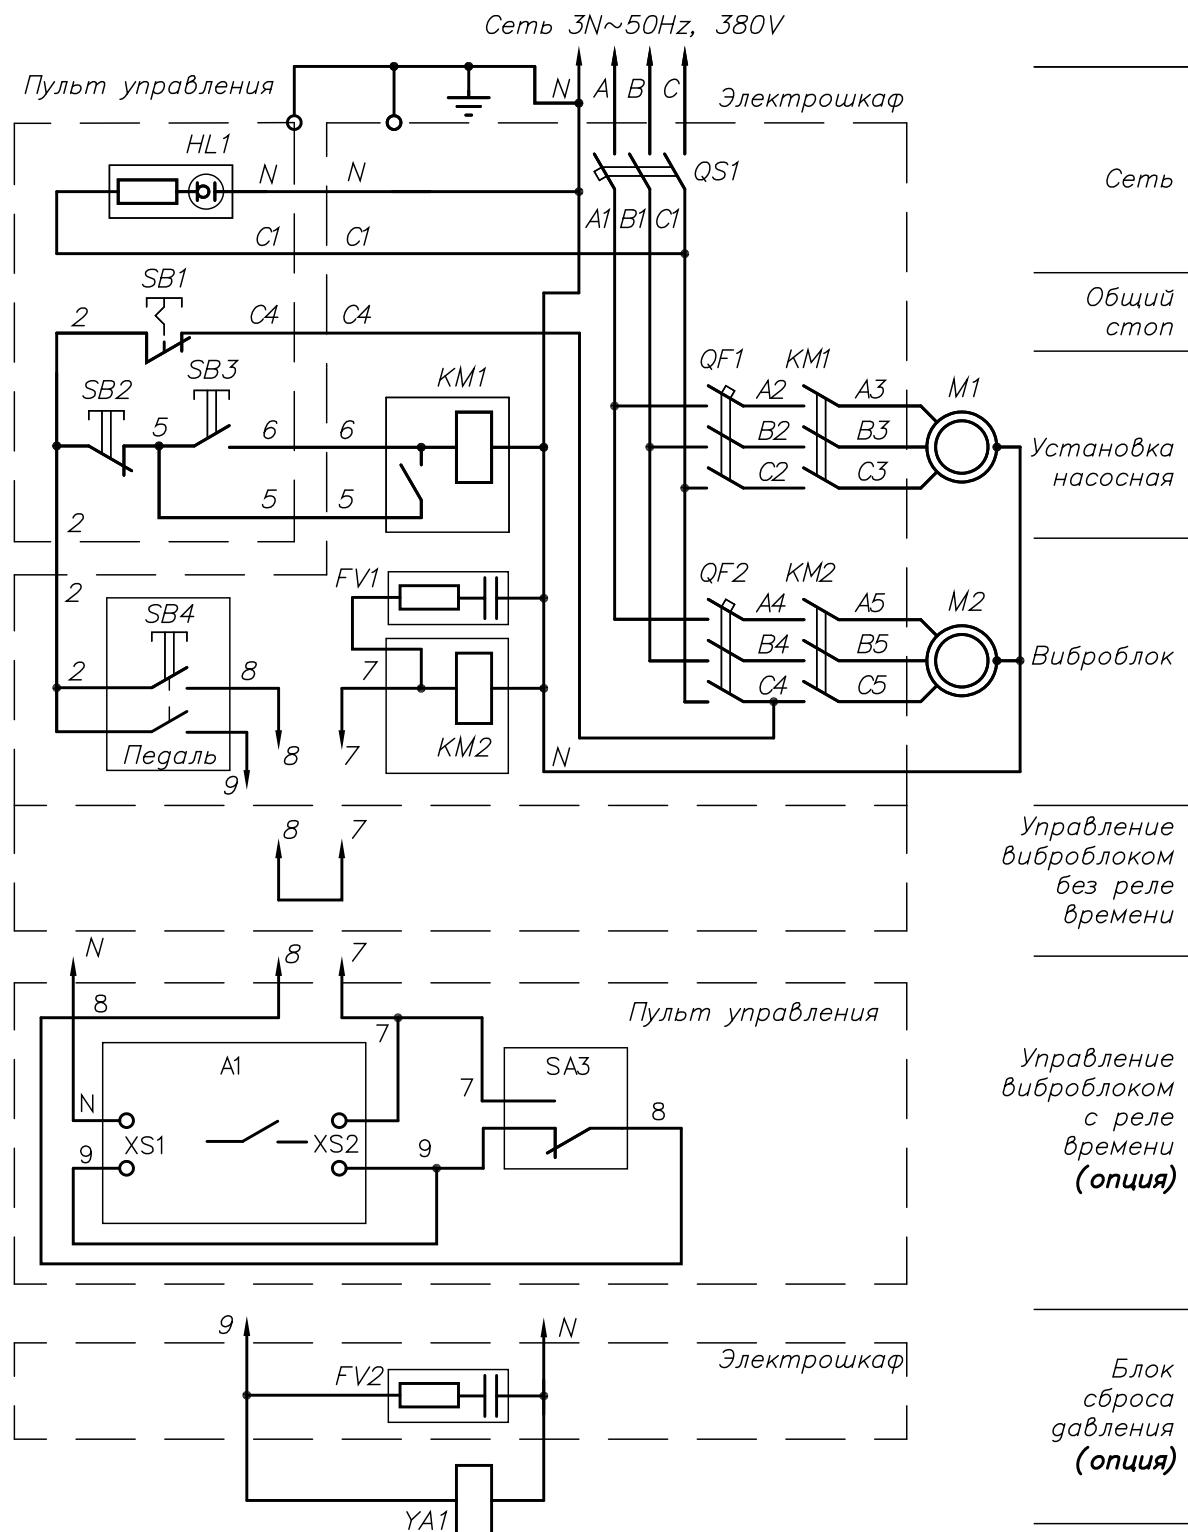

Рис. 12 .Схема электрическая принципиальная вибропресса.
3.9. Выполнить электромонтажные работы в соответствии со схемой (рис. 12, 13, 14).